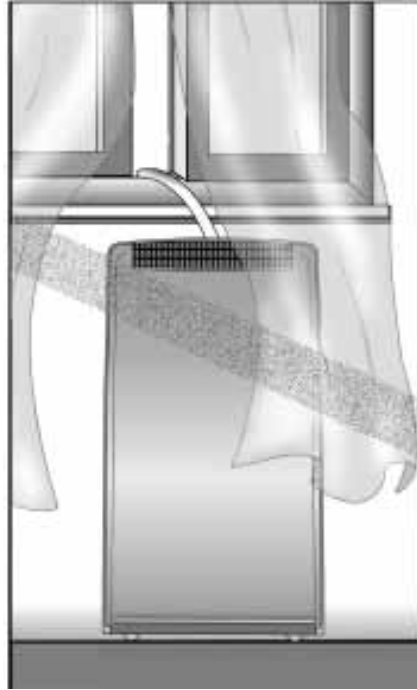

Fig. 2
- La griglia anteriore rimanga completamente libera da qualsiasi ostacolo che possa impedire l'uscita dell'aria (Fig. 2).